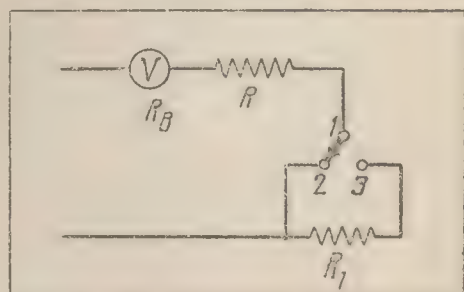

Рис. 4
Проверим формулу (1) на конкретном примере. Допустим, требуется измерить напряжение, которое дает кенотронный выпрямитель (рис. 4). Пусть действительная величина этого напряжения равна 200 В. Воспользуемся для измерения напряжения низкоомным вольтметром, сопротивление которого равно 15000 Ω.
Если сопротивление вольтметра значительно меньше  $R_2$ , то измерение анодного напряжения следует производить при помощи некоторого добавочного сопротивления  $R$  (рис. 4).